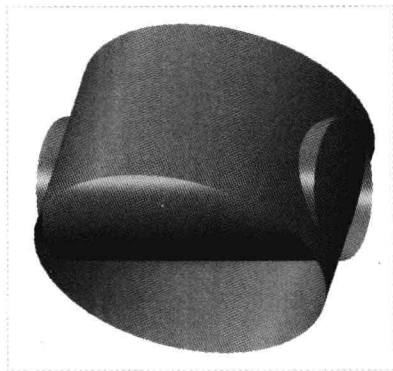

图 10-54 图形文件
Step 01 按【Ctrl+O】组合键，打开图形文件，如图 10-54 所示，在绘图区选择所有的曲面。